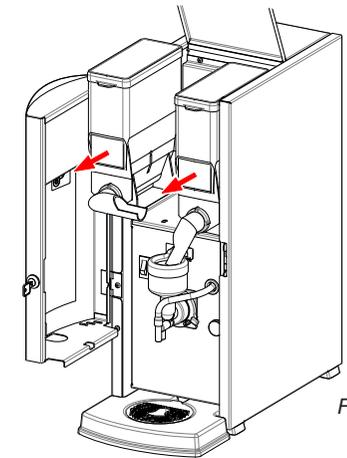

Fig. 15
- Ouvrez le couvercle de l'appareil (fig. 15).